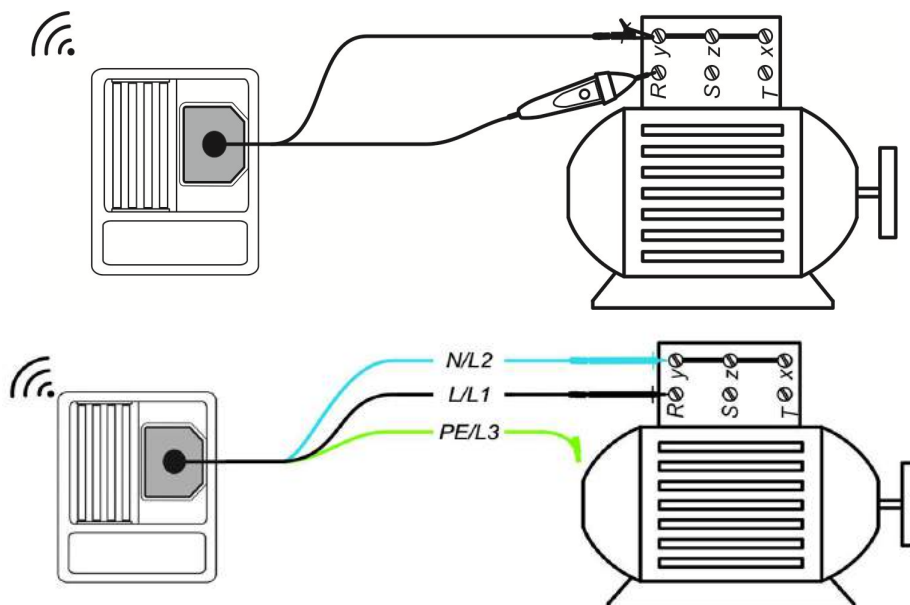

Abbildung 5.11: Anwendung der optionalen Commander-Prüfspitze und 3-Leiter-Prüflleitung
- Kontaktieren Sie die Prüflleitungen an das Prüfobjekt (siehe Abbildung 5.11).